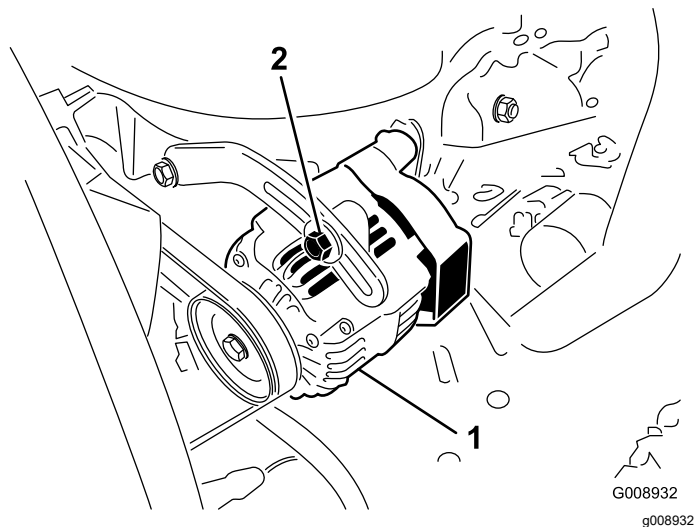

Figura 80
2. Si la desviación no es de 10 mm ($\frac{3}{8}$ "), afloje los pernos de montaje del alternador (Figura 80).